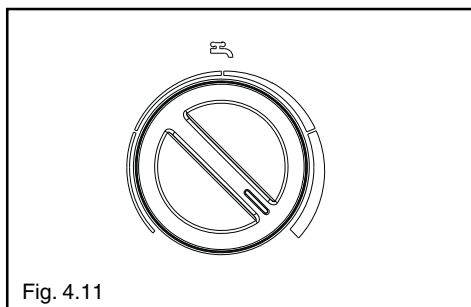

Fig. 4.11
Per regolare la temperatura dell'acqua sanitaria (bagni, doccia, cucina, ecc.), ruotare la manopola con il simbolo "☞" (fig. 4.11): in senso orario la temperatura aumenta, al contrario diminuisce.
In condizioni normali, quando il selettore di funzione è posizionato su "☞", il visualizzatore digit indica " - - " (fig. 4.11) a meno che sia in corso la fase di antigelo (AF) oppure venga attivata la funzione analisi combustione (CO).